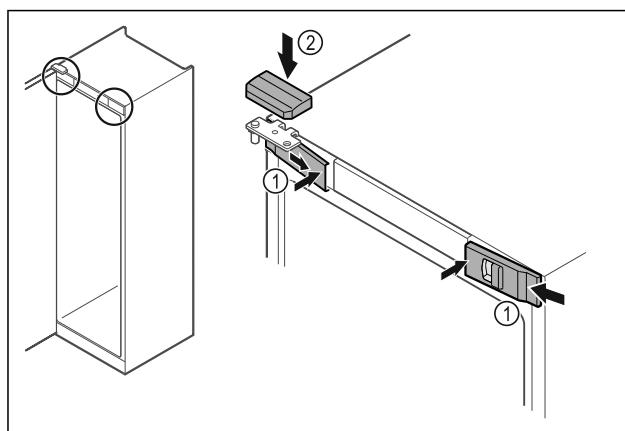

Fig. 51
► Aizkabinet sānos priekšējos pārsegus Fig. 51 (1) un iekšpusē nofiksējiet.
► Nofiksējiet augšējo pārsegu Fig. 51 (2) no augšpuses.